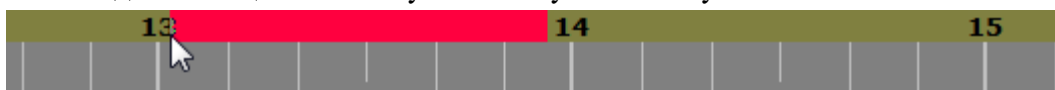

Рис.24. Выделен отрезок времени для смещения влево
- подвести указатель «мыши» к часовой шкале, нажать на левую клавишу и протянуть, не отпуская, влево на нужный отрезок времени (см. рис.24). Выбранный отрезок времени при этом выделяется цветом. Отпустить левую клавишу «мыши».